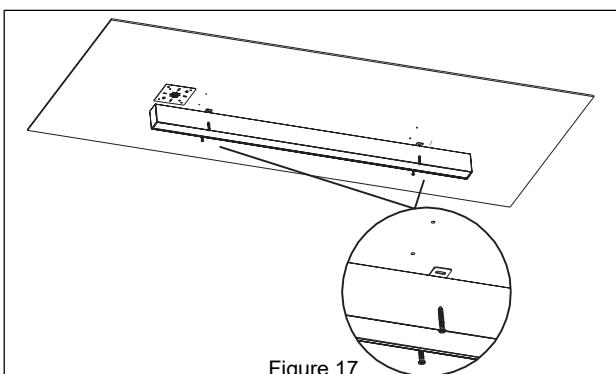

Figure 17
6. À l'aide de vis longues, fixez le luminaire à la surface de montage. **Reportez-vous à la Figure 17.**